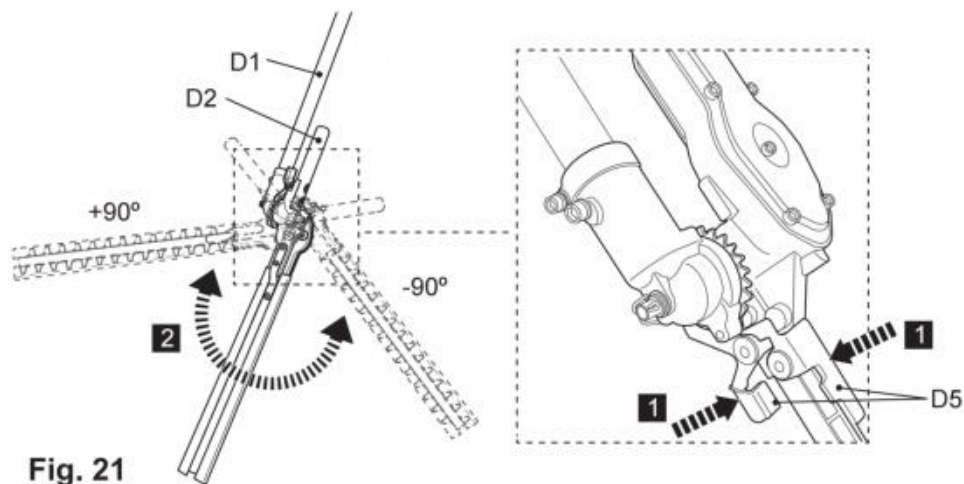

Fig. 21
5) Druk op de ontgrendelingshendels (D5) om het verandingsysteem (D6) uit te schakelen en stel de meskop in de gewenste positie in (Fig. 21).